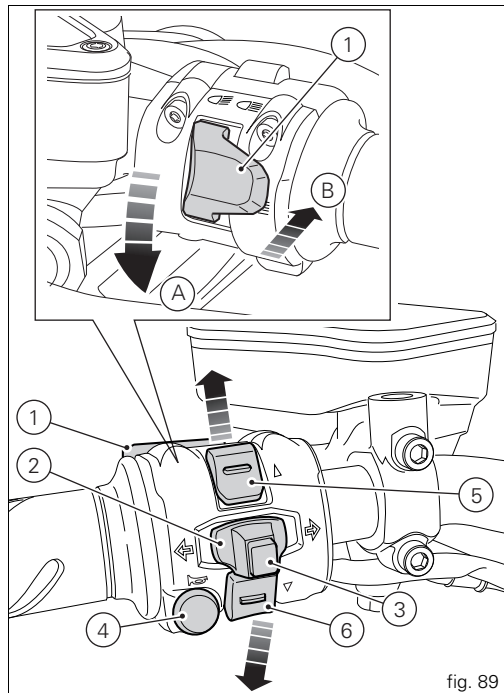

fig. 89
## Conmutador izquierdo (fig. 89)
- 1) Conmutador, mando selección luces, de dos posiciones (fig. 89):
- 2) Pulsador  = indicador de dirección de tres posiciones (fig. 89):